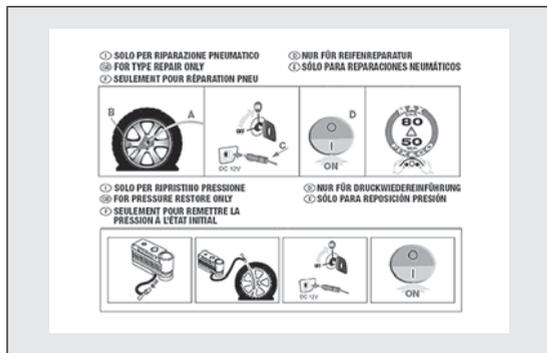

fig. 103
- pieghevole informativo (vedere fig. 103), utilizzato per un pronto uso corretto del kit di riparazione rapida e successivamente consegnato al personale che dovrà maneggiare lo pneumatico trattato;